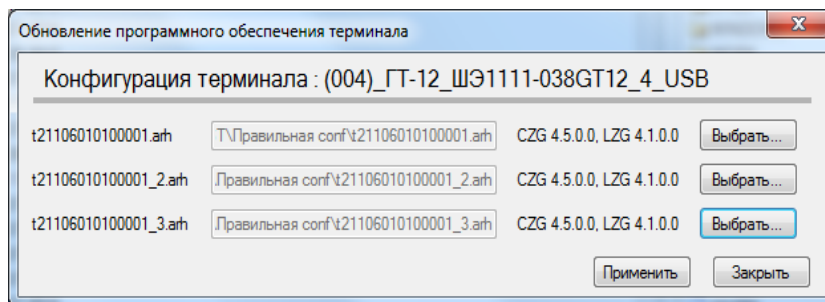

Рисунок 6.5 - Обновление конфигурации терминала через диалоговое окно **Обновление программного обеспечения...**
6.3.1 Замена конфигурации терминала осуществляется через пункт меню **Файл** → **Запись конфигурации**. При этом появляется диалоговое окно, в котором необходимо указать пути к файлу (файлам) конфигурации (см. рисунок 6.5). Количество конфигураций равно количеству наборов уставок, если используются наборы уставок.